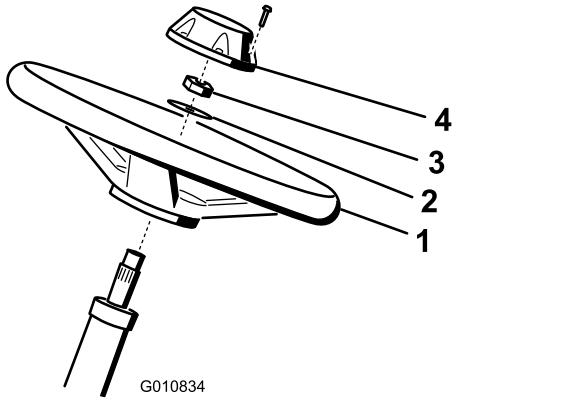

Рисунок 8
- Установите рулевое колесо на рулевой вал с помощью шайбы и контргайки (Рисунок 8).